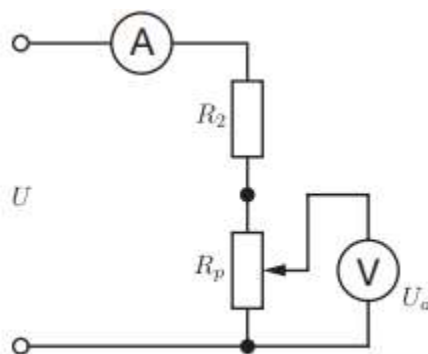

Рисунок 7 – Делитель напряжения с потенциометром
- Соберите схему в соответствии с рис.7.